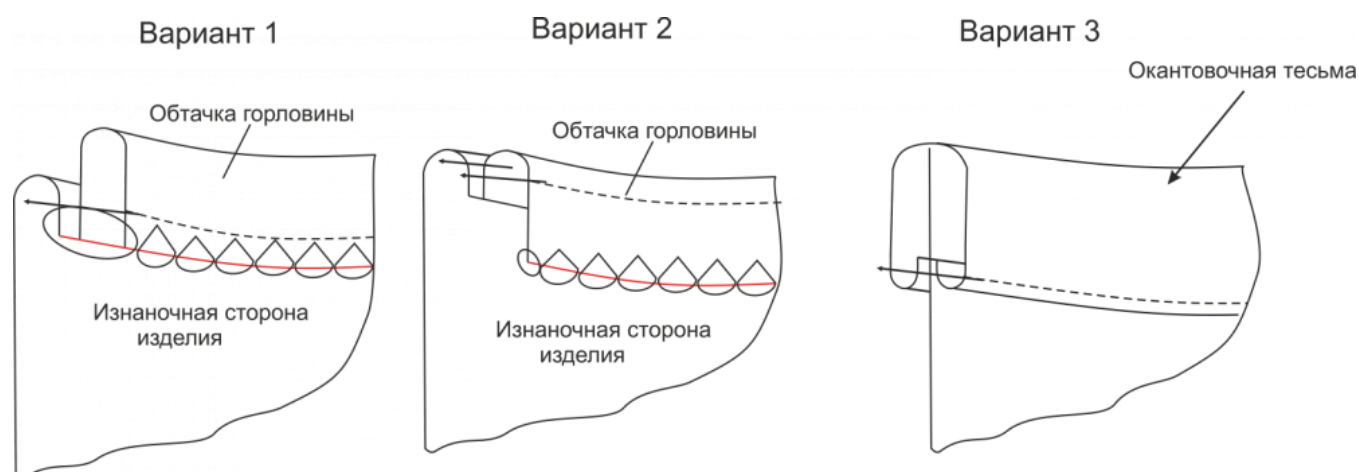

Рис. 1
3. Обработайте срез горловины по предложенным ниже (Рис.1)